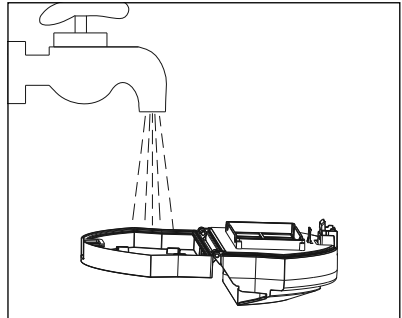

Abb. 12
- 6) Reinigen Sie den Staubbehälter **16** und den Siebfilter mit kaltem oder lauwarmem Wasser (siehe Abb. 12). Lassen Sie den Staubbehälter **16** und den Siebfilter vollständig an der Luft trocknen, bevor Sie den Staubbehälter **16** wieder in das Gerät einsetzen.